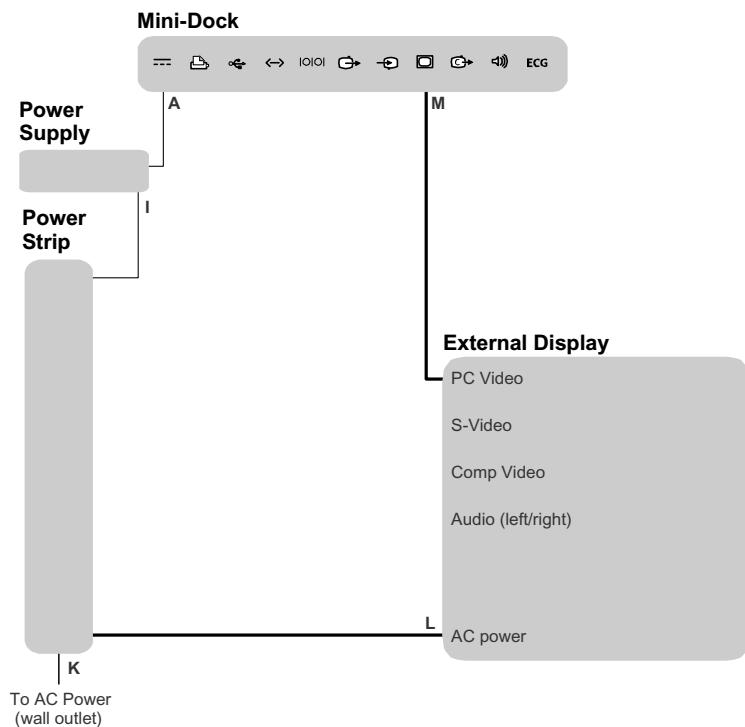

Figura 5 Collegamento di un display VGA esterno sul sistema MDSe
- 1 Collegare i cavi. Vedere la Figura 5 e “Cavi, connettori e simboli sulla mini-stazione” a pagina 19.